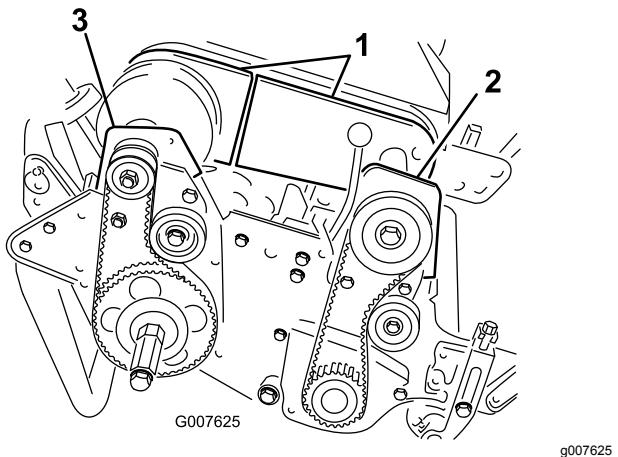

Figura 48
- Retire os parafusos que prendem as secções frontais e traseiras da cobertura do diferencial à estrutura do diferencial e deslize a cobertura para fora para expor a correia (Figura 48).
- Retire os 2 parafusos e porcas que prendem a estrutura da embraiagem frontal à placa lateral (Figura 48).
- Retire os 2 parafusos e porcas que prendem a estrutura da embraiagem direita traseira à placa lateral (Figura 48).